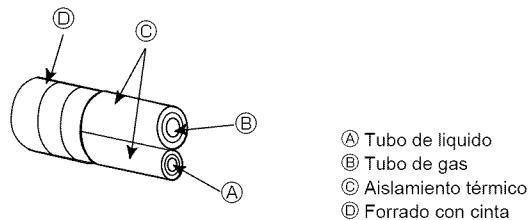
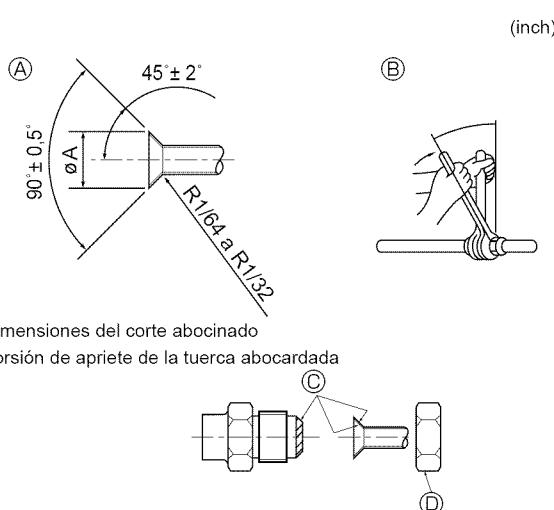

Fig. 4-1
Fig. 4-2
④ (Fig. 4-1)
⑤ (Fig. 4-1)
4.2. Tubos de conexión (Fig. 4-1) (Fig. 4-2)
Si se utilizan tubos de cobre convencionales, aísle los tubos de gas y líquido separadamente con materiales aislantes (resistente al calor hasta 100 °C, 212 °F o más, espesor de 12 mm 1/2 inch o más). (Fig. 4-1)
[Fig. 4-2]